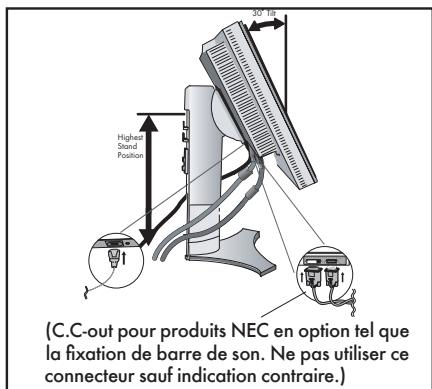

Figure 4
**REMARQUE :** Pour obtenir un adaptateur de câble MultiSync Macintosh, veuillez joindre NEC Display Solutions of America, Inc., au(800) 6324662.
3. Placez vos mains de chaque côté du moniteur. Inclinez le panneau ACL vers l'arrière de 30° en le soulevant dans sa position la plus haute. Connectez tous les câbles aux connecteurs appropriés (**Figure 4**).